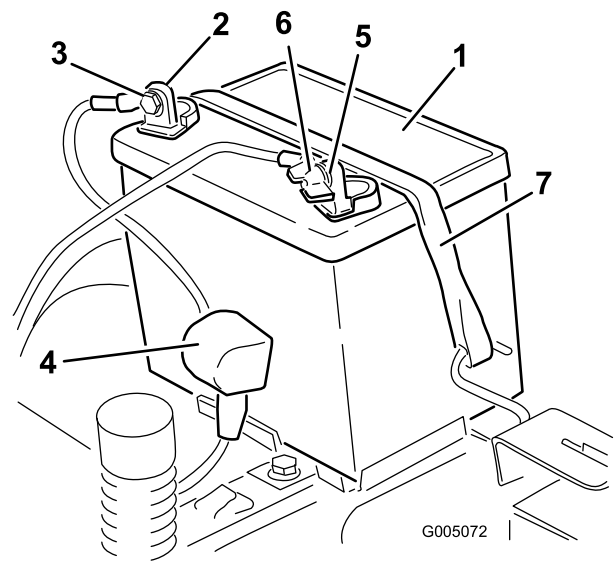

Figura 46
4. Desligue o cabo negativo (preto) do pólo da bateria (Figura 46). Guarde todos os parafusos e porcas.
5. Deslize a cobertura de borracha para cobrir o cabo positivo (vermelho). Desligue o cabo positivo (vermelho) do pólo da bateria (Figura 46). Guarde todos os parafusos e porcas.
6. Retire o suporte da bateria (Figura 46) e levante a bateria para a retirar da respectiva plataforma.
1. Posicione a bateria no tabuleiro (Figura 46).
5. Prenda a bateria ao suporte (Figura 46).